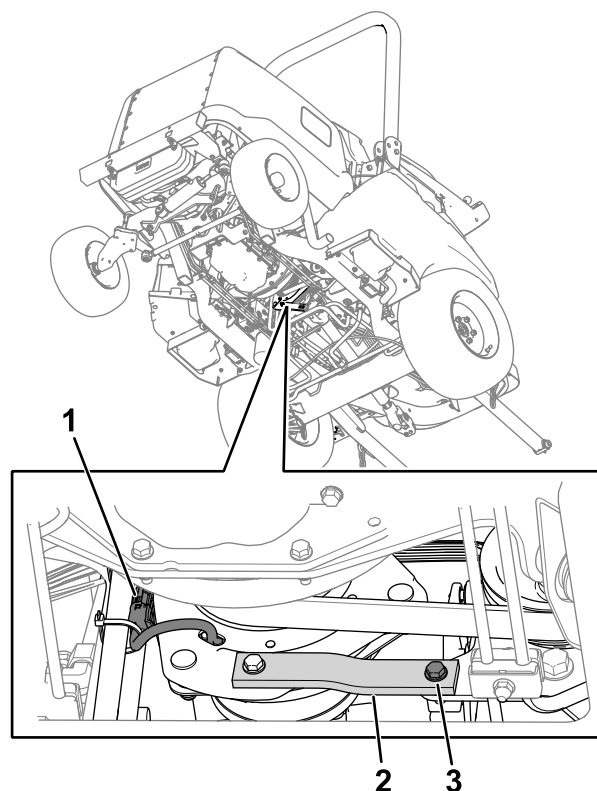

Figura 79
2. Deconectați conectorul cablului de ambreiaj de la cablul mașinii (Figura 79).
3. Îndepărtați șurubul, șaiba și piulița de pe benzile din metal și cauciuc (Figura 79) de pe cadru.